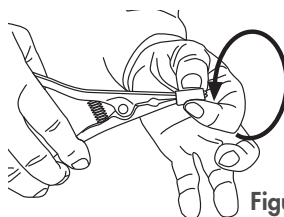

Figura 5
- 2) Ensanchar lentamente la pinza y apretar varias veces con fuerza, permaneciendo algunos segundos en correspondencia de cada abertura. Repetir la operación varias veces girando la boquilla elástica (figura 5), hasta obtener una dilatación homogénea.